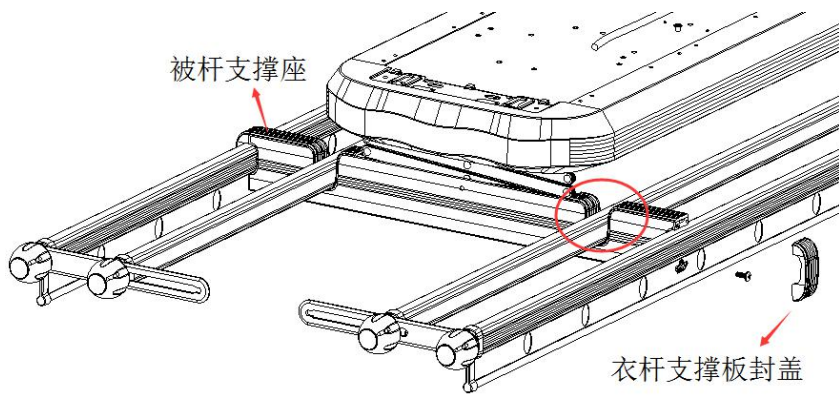

图 14
- a. 将组装好衣杆组件的被杆挂入被杆支撑座上（此操作是为了增加剪刀架重量），如图 14 所示；
- c. 安装完毕后将衣杆支撑板封盖盖上。如图 14 所示。